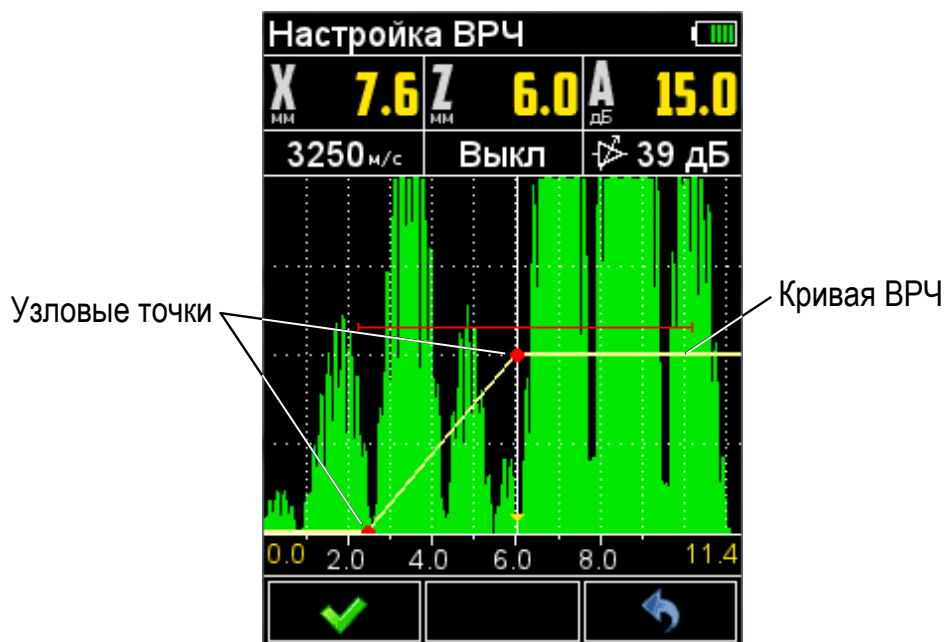

Рисунок 30
– повторить процедуру создания узловой точки для дальнего отражателя (рисунок 30). Откорректировать вертикальное положение точки, таким образом, чтобы амплитуды сигналов от ближнего и дальнего отражателей находились на красном уровне строга;